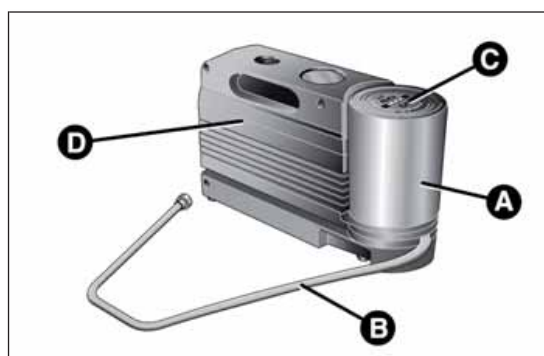

Abb. 164
- Eine Spraydose A Abb. 164 mit Dichtflüssigkeit, mit: